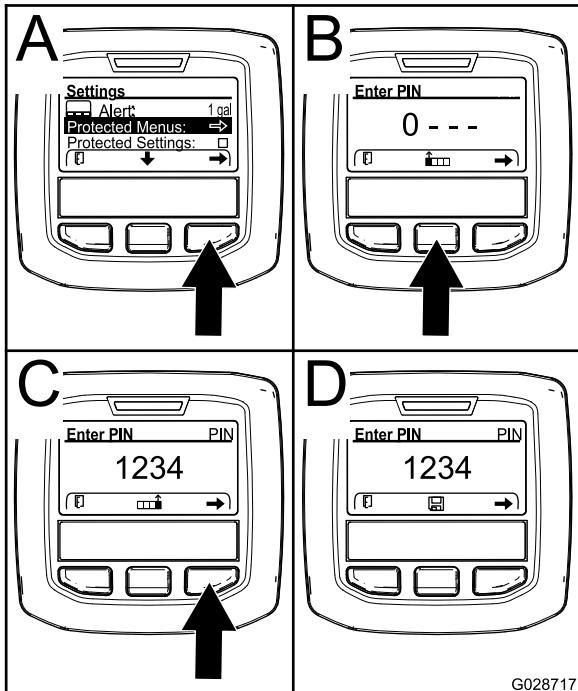

Figura 12
3. Carregue no botão de seleção direito para selecionar a opção de menus protegidos (A de Figura 12).
- Carregue no botão de seleção central (B de Figura 12) para aumentar o valor numérico (0 a 9)..
- Carregue no botão de seleção direito (C de Figura 12) para mover o cursor para a posição numérica seguinte à direita.
Nota: Surge o ícone de Guardar surge acima do botão de seleção central (D de Figura 12).